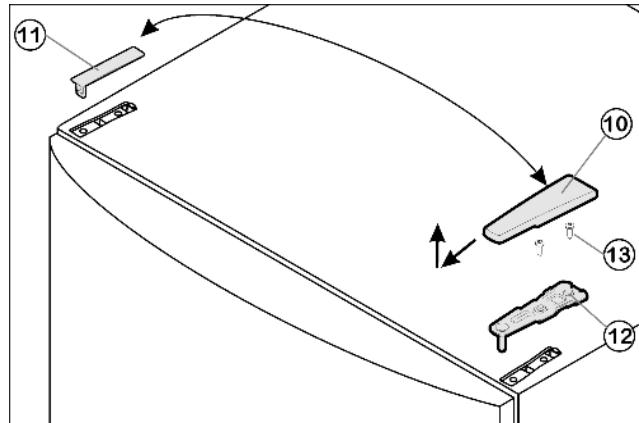

Fig. 4
- Потяните крышку Fig. 4 (10) вперед и вверх.
- Снимите крышку Fig. 4 (11).
- Открутите верхний опорный кронштейн Fig. 4 (12)(2 шт. Torx® 25) Fig. 4 (13) и вытяните вверх.
- ▶ Установите верхний опорный кронштейн *Fig. 4* (12) на новой стороне шарнира и защелкните в дверце.
- ▶ Прикрутите верхний опорный кронштейн *Fig. 4* (12) (**с моментом 4 Нм**) (2 шт. Torx® 25) *Fig. 4* (13). При необходимости проделайте отверстия или используйте аккумуляторную отвертку.
- ▶ Защёлкните крышку *Fig. 4* (10) и крышку *Fig. 4* (11) на противоположной стороне.